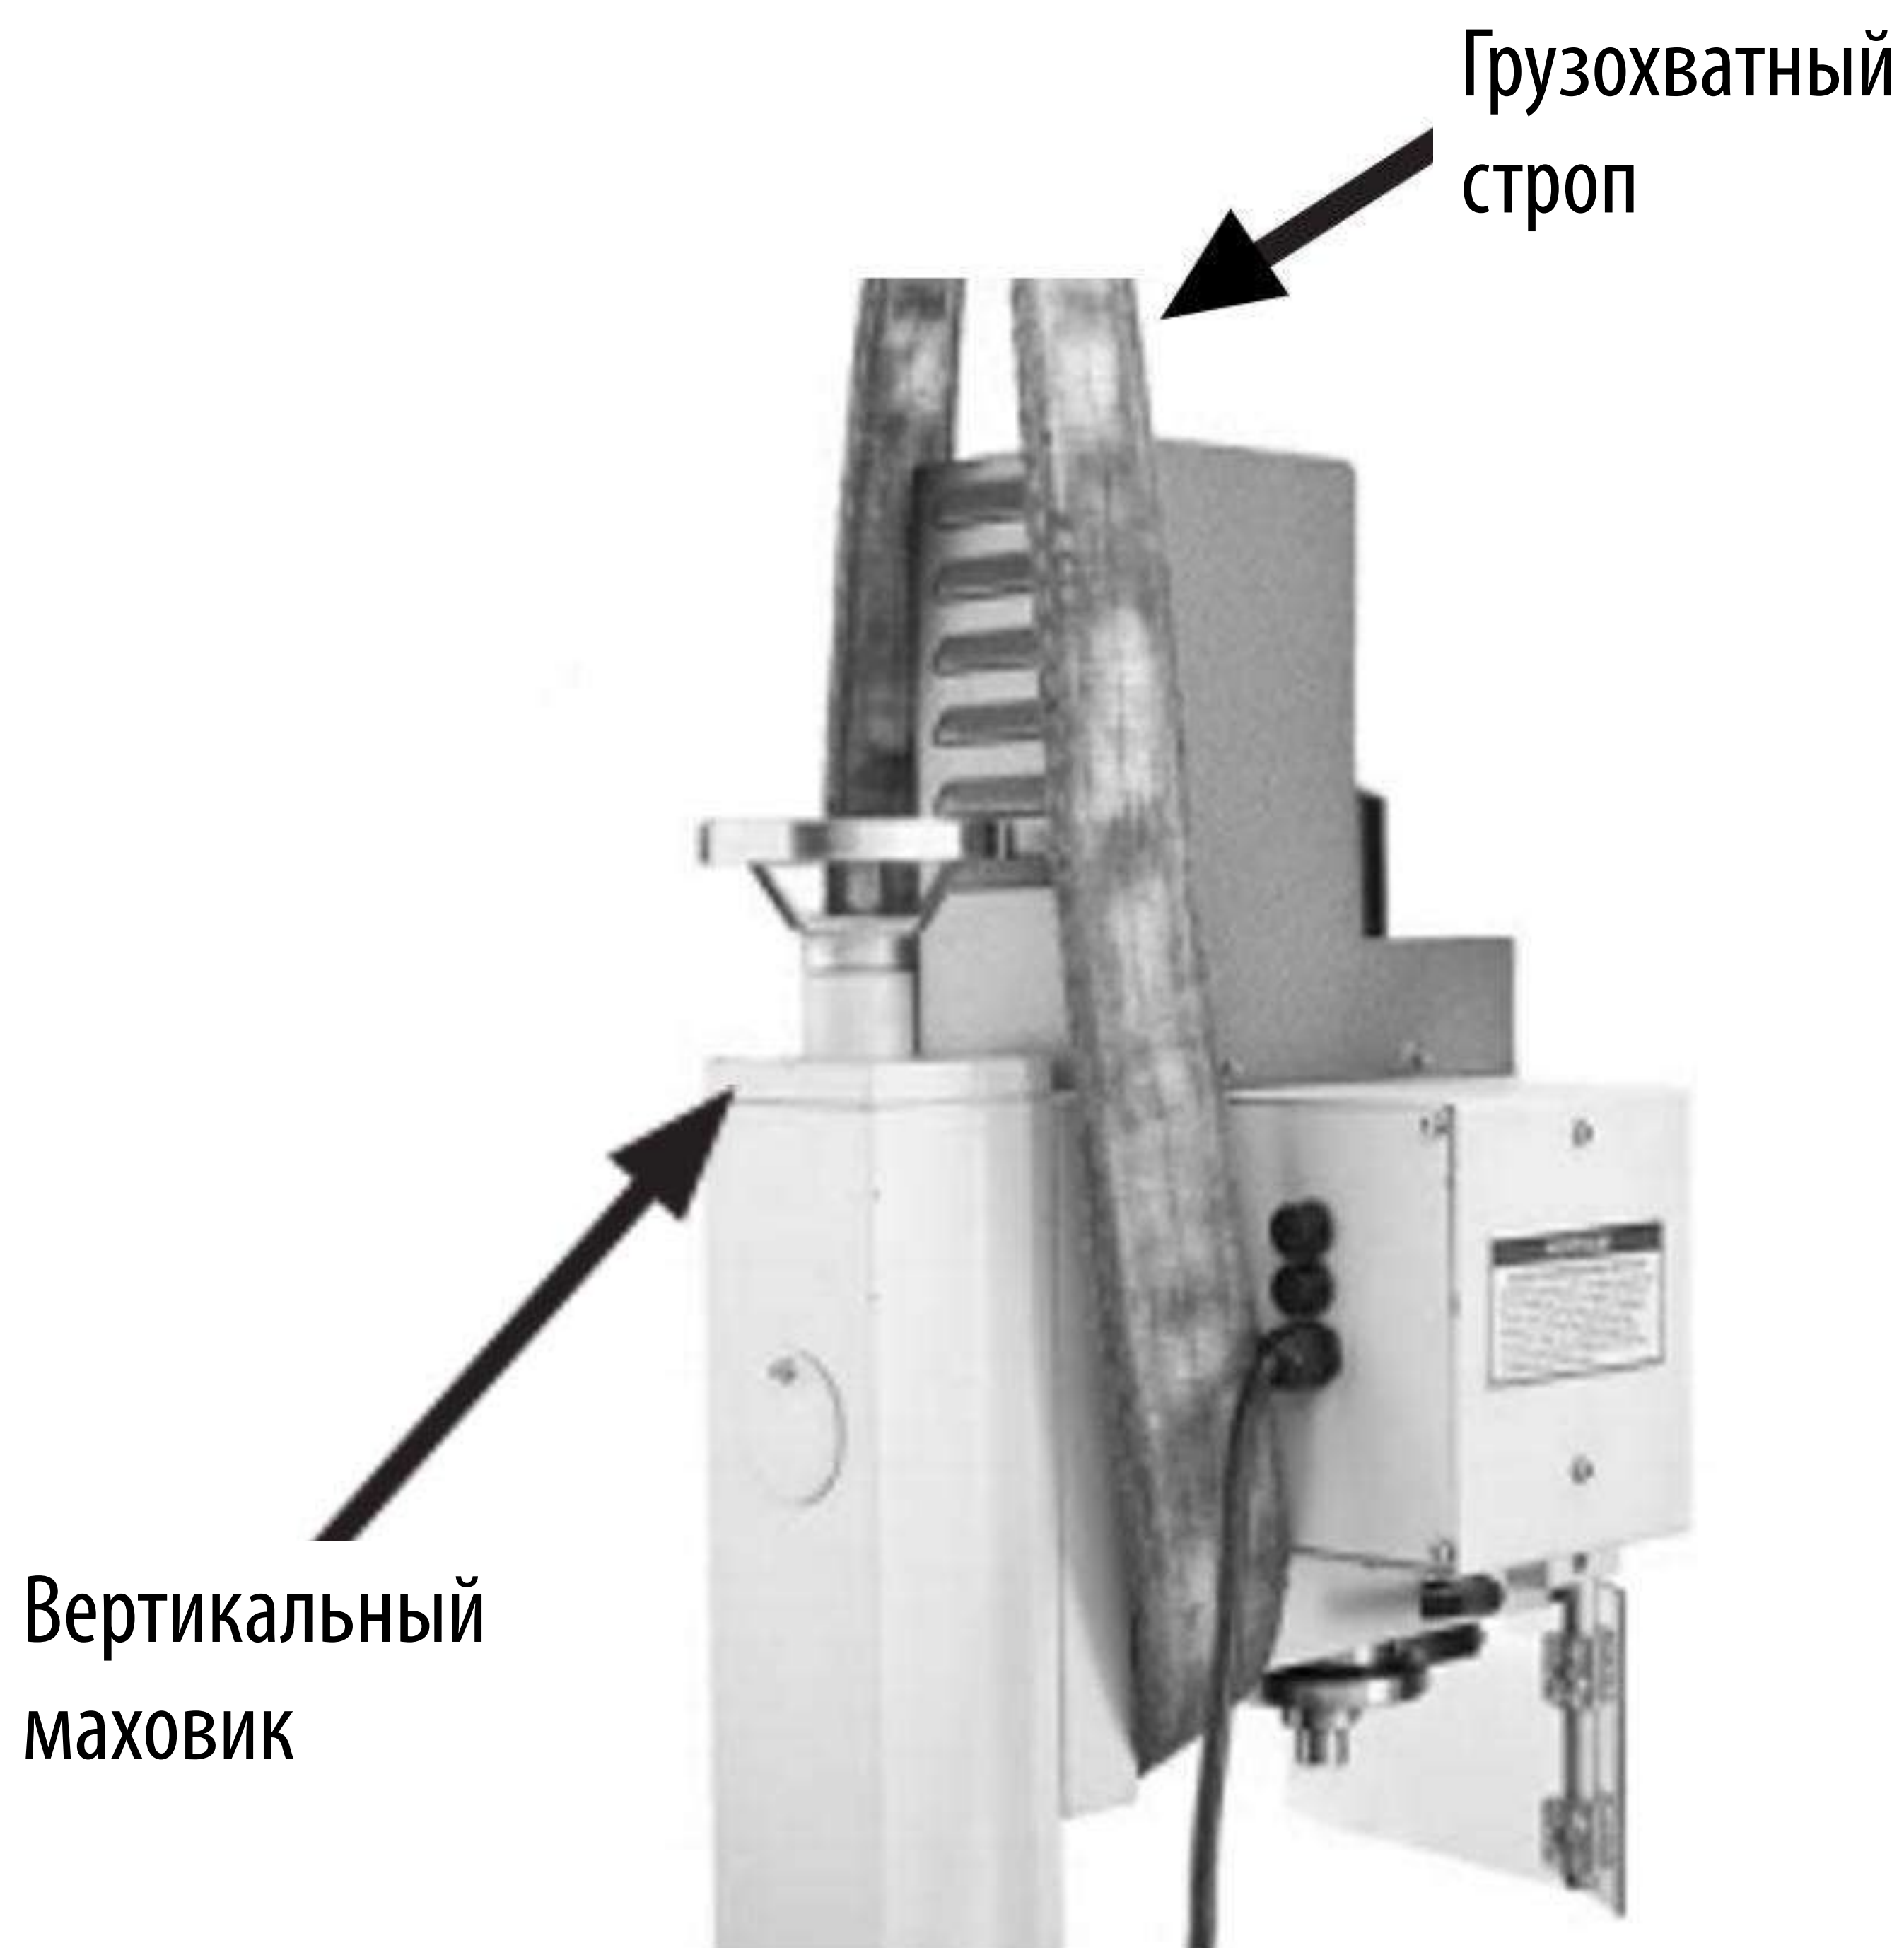

Рис. 8
2. С помощью вертикального маховика поднимите бабку (шпиндельную головку) как можно выше (см. Рис. 8). Зафиксируйте бабку, чтобы избежать ее внезапного смещения во время подъема